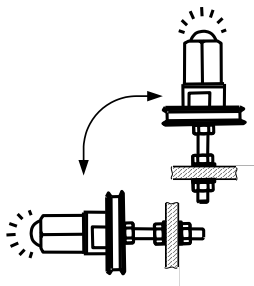

Рисунок 8
3.5.1 Индикатор УЗА крепится за шпильку М8 посредством гаек и зубчатых шайб из комплекта. Допускается любое их пространственное положение, при котором достигается достаточный обзор светодиода, надежность крепления контактного зажима заземляющего проводника (рисунок 8).